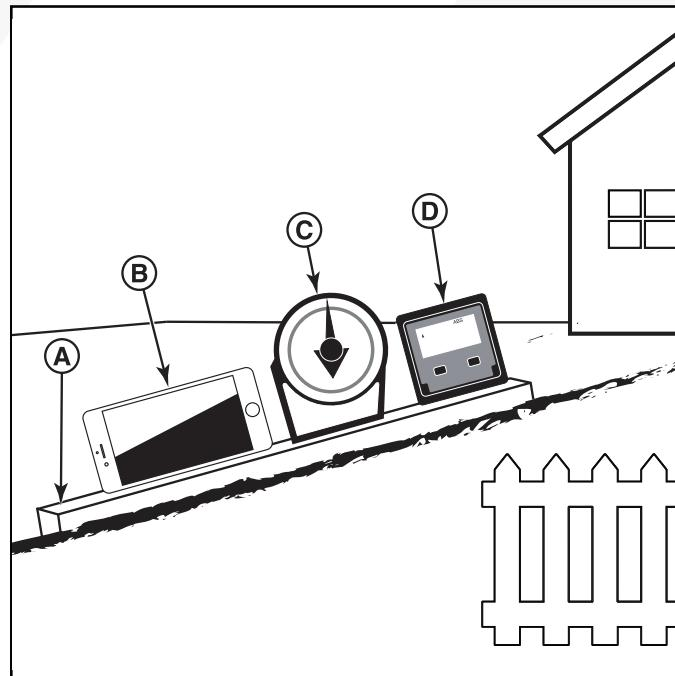

Fig. 1
- Utilice un borde recto de al menos dos (2) pies de largo (A, Fig. 1). Un 2x4 o un trozo de metal recto funcionan bien.
- Utilice su smartphone:** Muchos smartphones (B, Fig. 1) tienen un inclinómetro (buscador de ángulos) situado bajo la aplicación de brújula (app). O bien, busque en una tienda de aplicaciones una aplicación de inclinómetro.
- Utilice las herramientas de búsqueda de ángulos:** Las herramientas para encontrar ángulos (C y D, Fig. 1) están disponibles en las ferreterías locales o en línea (también llamados in-clinómetro, transportador, medidores de ángulo o medidor de ángulo). Los de tipo dial (C) o digital (D) funcionan, los otros pueden no hacerlo. Lea y respete las instrucciones de uso suministradas con el medidor de ángulos.
- Coloque el borde recto de dos (2) pies de largo a lo largo de la parte más empinada de la pendiente del césped. Suba y baje la tabla por la pendiente.